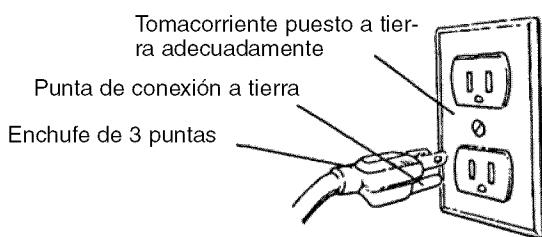

Figura 4 – Receptáculo para 3 Puntas
- A fin de protegerlo contra una descarga eléctrica, esta herramienta está equipada con un cable de tres conductores aprobado y clasificado para 300V, y un enchufe de tres puntas tipo conexión a tierra (véase la Figura 4).
- El enchufe de conexión a tierra debe conectarse directamente a un receptáculo para 3 puntos instalado y conectado debidamente a tierra, tal como se muestra en la Figura 4.